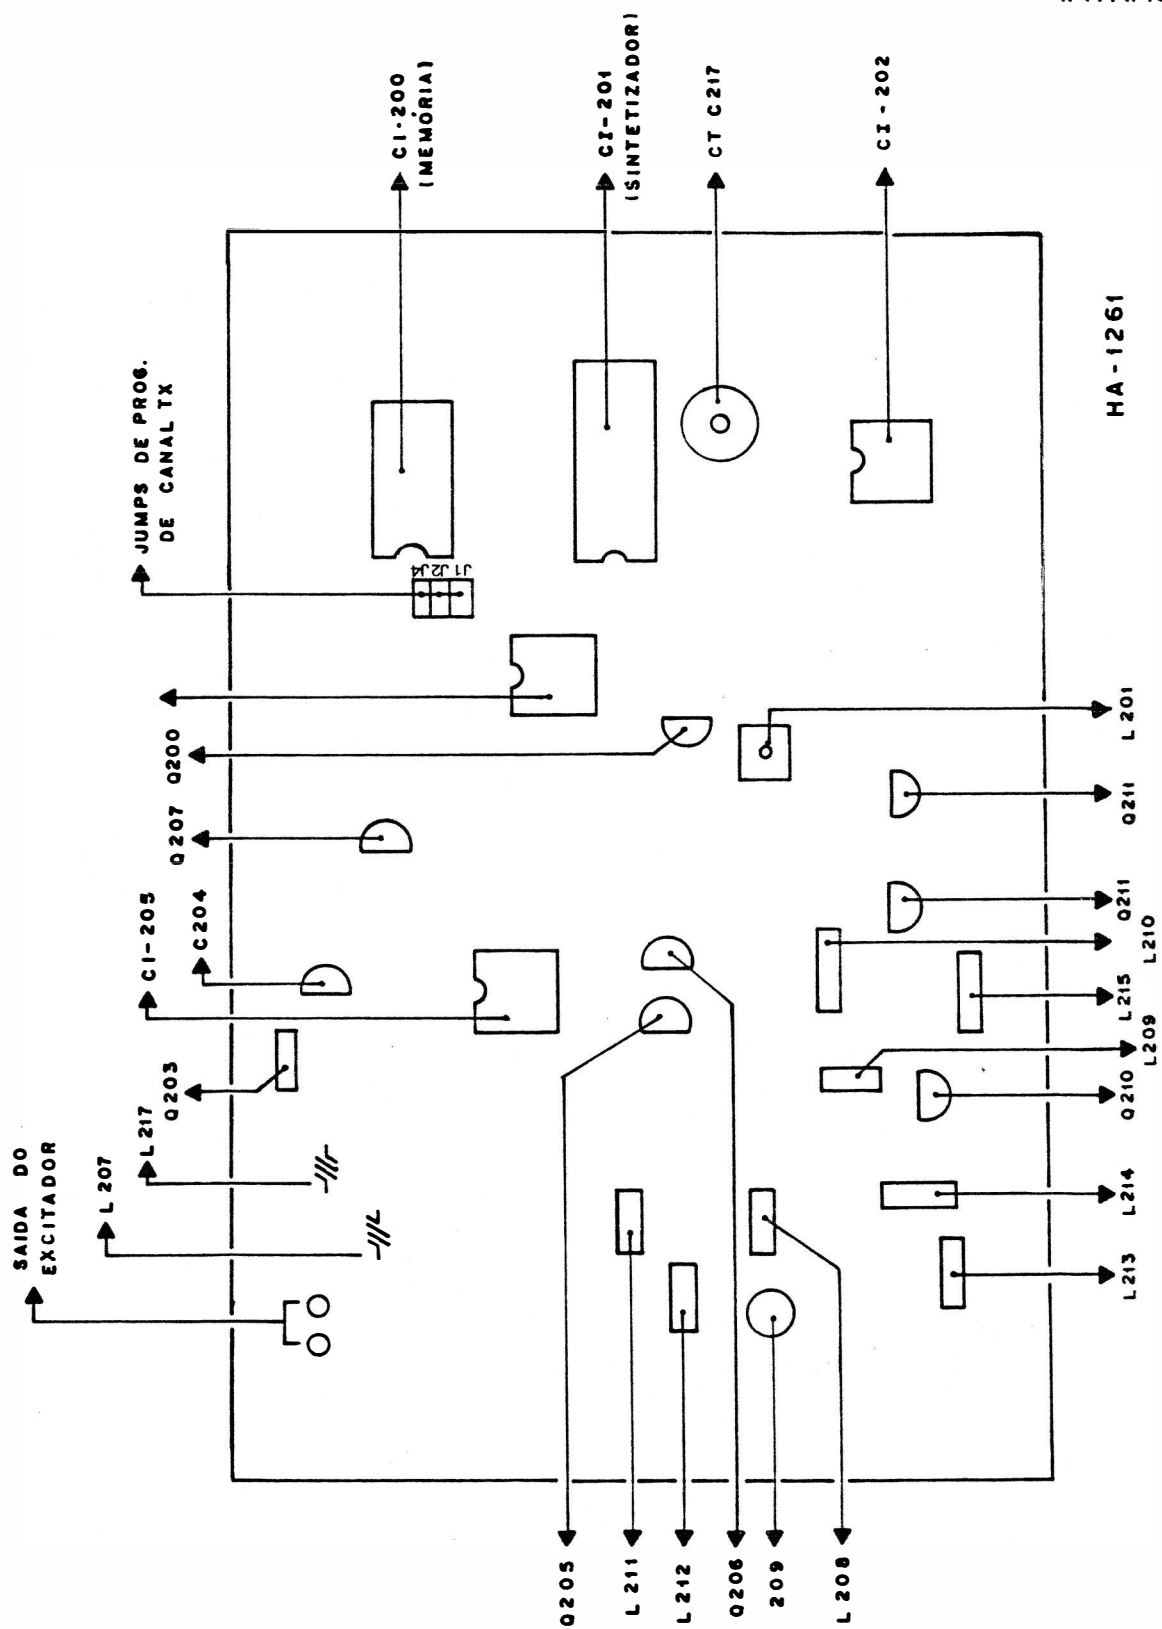
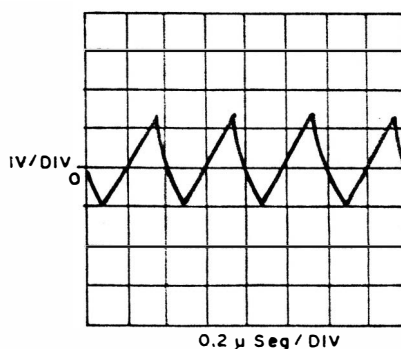

FIGURA 32 - REGUA HA-1261 TRANSMISSOR
FIGURA 37
→ Com o voltímetro digital conectado ao pino 8 do CI 202 (vide fig. 32), ajustar através de L 201 (vide figura 32) o valor de tensão de correção de VCO em 3,5 Vcc.
- Desligar a saída do excitador do estágio final, conectar o wattímetro (em série com a carga) à saída do excitador, acionar o transmissor (via tecla PTT) no canal intermediário e ajustar L210, L215, L209, L214, L213, L208, L212, L211, L207 e L217 (vide figura 32) para se obter a máxima potência de RF no wattímetro. Normalmente, a potência de saída do excitador varia de 2,7 a 3,5 W.
- Ajustar o trimer C217 (vide figura 32) do oscilador de referência para se obter no frequencímetro a frequência exata do canal em operação.
- ▶ Com o voltímetro digital, medir a tensão de alimentação no pino 8 do CI 201 (vide figura 32). O valor medido deve ser de aproximadamente 5Vcc.
► Conectar o osciloscópio no pino 16 do CI 200 (vide figura 32). Pressionar a tecla PTT e verificar se ocorre a condição ilustrada no gráfico da figura 36.
► Com o osciloscópio conectado no pino 8 de CI-201 (vide figura 32), medir o nível comparando o nível medido com o nível indicado na tabela 05.
► Com o osciloscópio conectado nos pinos 2 e 3 do CI 203 (vide figura 32), acionar a tecla PTT e verificar o nível do sinal, comparando o valor medido com o valor indicado na tabela 08 e com a forma de onda ilustrada na figura 37.